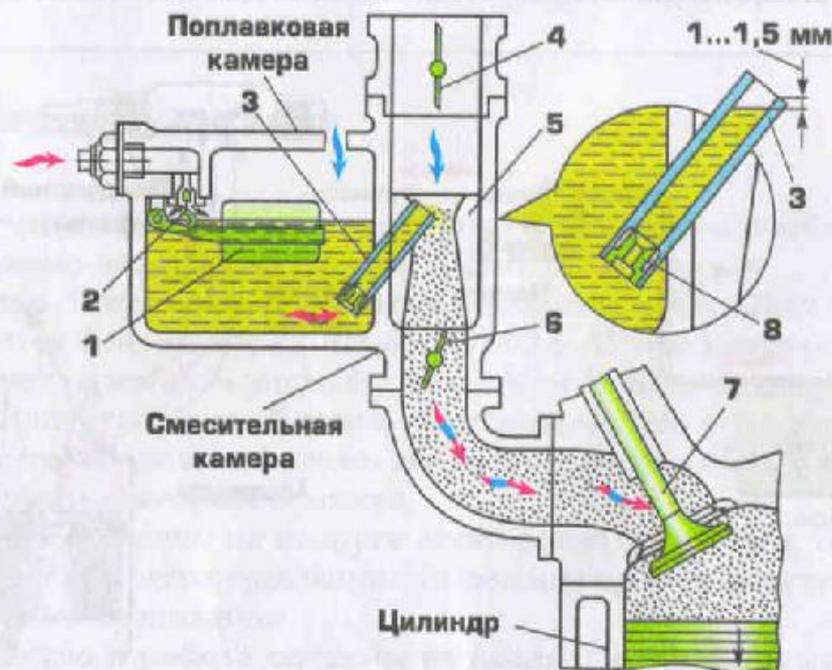

Рис. 13. Схема работы карбюратора:
**Карбюратор.** Для работы двигателя в различных условиях движения автомобиля необходимо иметь различный состав горючей смеси; нормальный (на 1 часть топлива 15 частей воздуха), обогащенный (менее 15 частей воздуха) или обедненный (более 15 частей воздуха). Для получения горючей смеси определенного состава и, соответственно, изменения режима работы двигателя предназначен карбюратор (рис. 13). Основные его элементы — смесительная и поплавковая камеры. Поплавковая камера служит для поддержания постоянного уровня топлива. Она имеет поплавок 1 и игольчатый клапан 2. Топливо в поплавковую камеру поступает через отверстие в седле клапана. По мере заполнения камеры поплавок всплывает, прижимая игольчатый клапан к седлу и перекрывая поступление топлива.